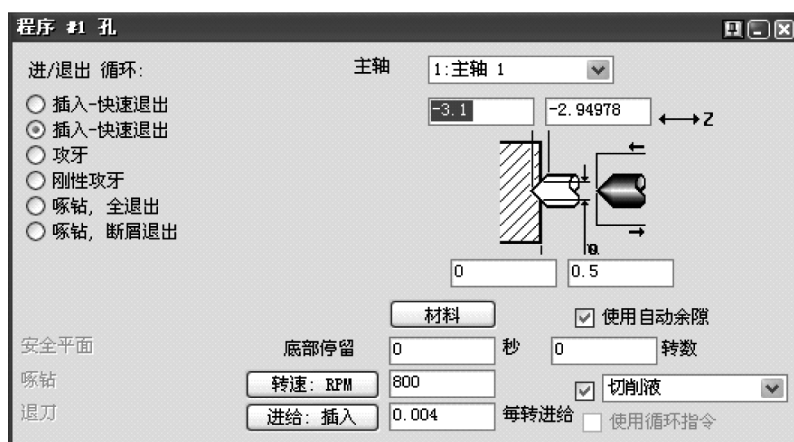

图 6-61 车削钻孔程序
1) 应用#5 刀具创建如图 6-61 所示的车削钻孔程序。